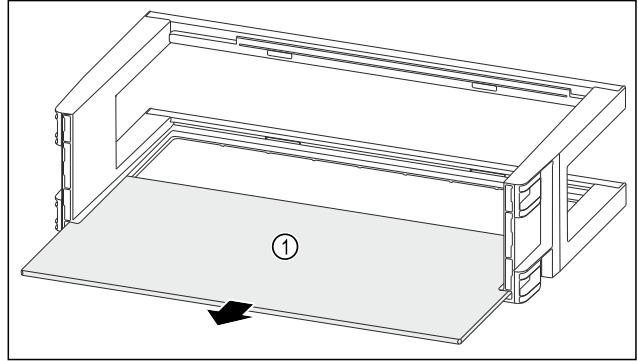

Fig. 120
- Raf alanını Fig. 120 (1) çıkarın.